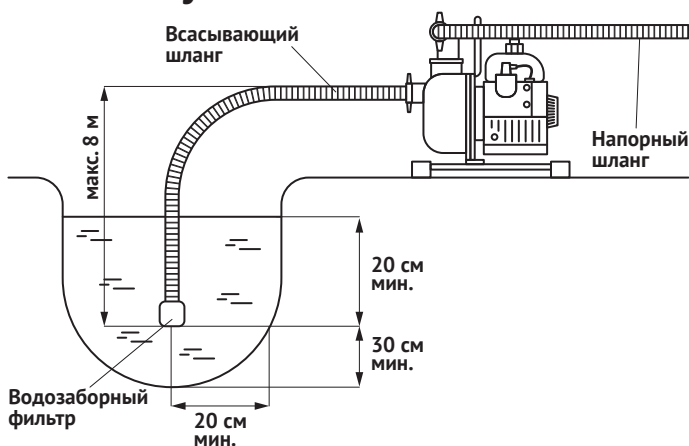

Рис. 9
- Следите за состоянием и соблюдением правильного положения всасывающего шланга (рис. 9).